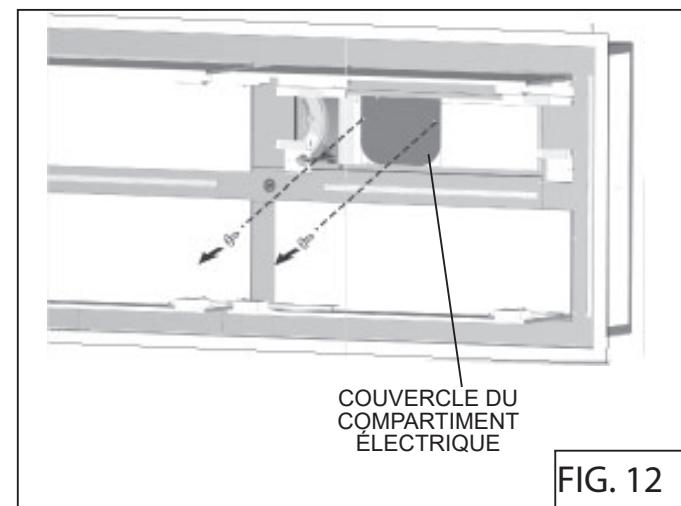

FIG. 12
Enlevez les (2) vis du couvercle du compartiment électrique. Fig. 12.